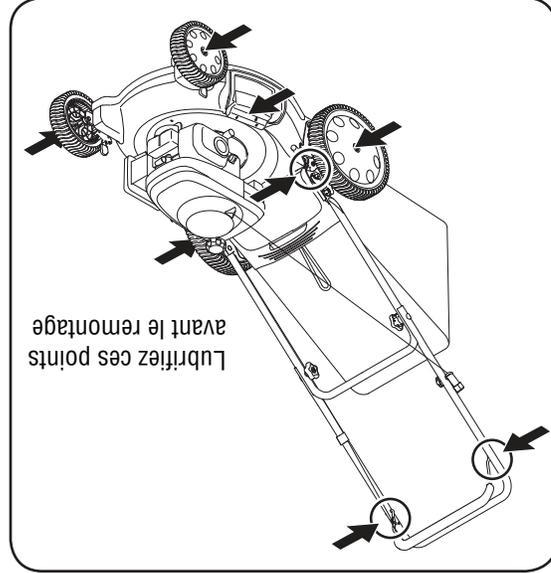

Figure 12
1. Lubrifiez les points de pivot de la poignée de commande de la lame au moins une fois par saison pour fonctionner facilement dans les deux sens. Voir la Figure 12.
3. Le ressort de torsion et le point de pivotement sur le clapet arrière doivent être lubrifiés régulièrement avec une huile légère pour empêcher la rouille. Voir la Figure 12.